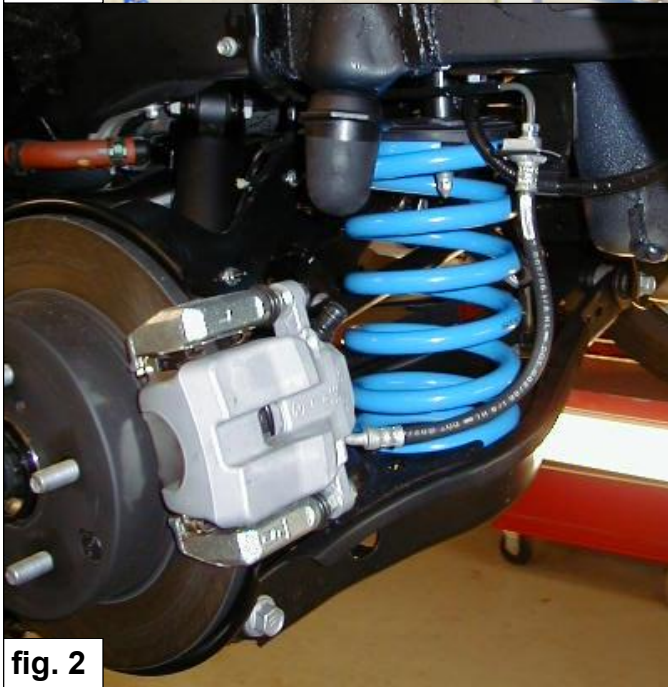

fig. 2
4. Monteer de M.A.D. vervangende hoofdveer en zorg dat het bovenste wendinguiteinde naar het wiel wijst. Zie fig. 2+3
4. Fit the M.A.D. spring. Make sure the upper windings end points to the wheel. See fig. 2+3
4. Montieren Sie der M.A.D. Hauptfeder und achten Sie darauf dass das obere Feder ende in der Richtung von das Rad zeigt. Siehe Fig. 2+3
4. Montez le ressort principal de remplacement M.A.D. Veillez à ce que l'extrémité de la spire supérieure du ressort soit orientée vers la roue. Fig. 2+3